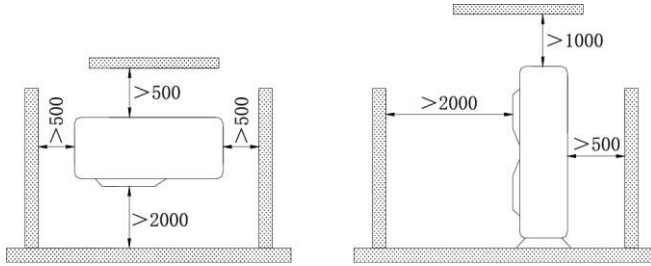

Abb. 6
5. Der Aufstellungsplatz für das Gerät sollte der Abbildung 6 entsprechen.
3. Ziehen Sie die Überwurfmutter mit einem Drehmomentschlüssel fest, bis der Drehmomentschlüssel klappert (siehe Abb. 6).